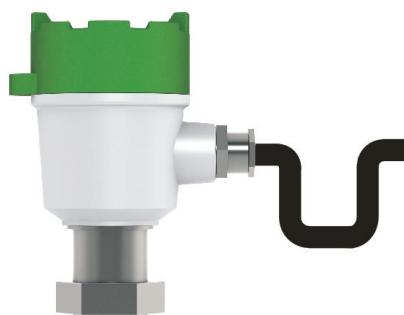

Рисунок 2.6 – U-образная петля
- Непосредственно перед кабельным вводом кабель должен иметь U-образную петлю для исключения попадания жидкости в корпус реле потока при стекании ее по кабелю (см. **рисунок 2.6**).